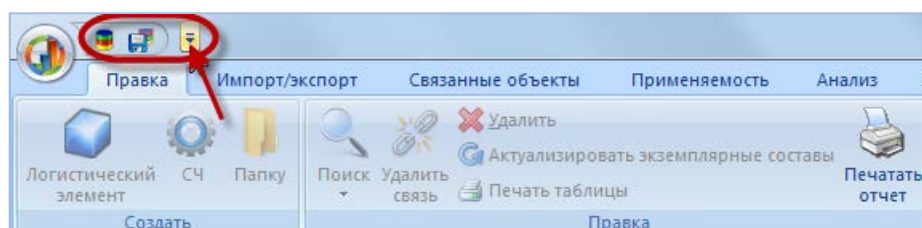

Рис. 5-4 – Панель быстрого доступа
Функции панели быстрого доступа находится на самой панели в выпадающем меню, которое появляется при нажатии на кнопку со стрелкой (рис. 5-4).
Панель быстрого доступа – это панель инструментов, на которую вынесены наиболее часто используемые команды, такие, как «Подключение к БД» и «Сохранение в БД» (рис. 5-4). Панель быстрого доступа является настраиваемой.
- левый верхний угол рядом с управляющей кнопкой – местоположение по умолчанию (рис. 5-4);
- 1) Нажать кнопку со стрелкой в правой части панели быстрого доступа (рис. 5-4), чтобы раскрыть меню «Настройка панели быстрого доступа» (рис. 5-5).